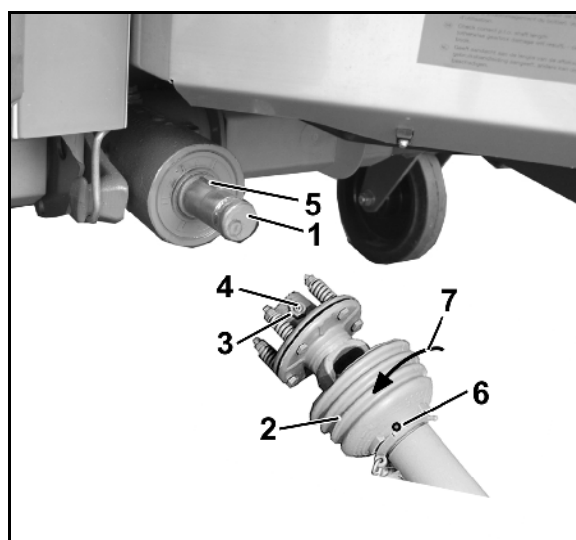

图 25
1. 用一个拔取器从齿轮箱输入轴上拔下法兰轴套（图 25/1）。